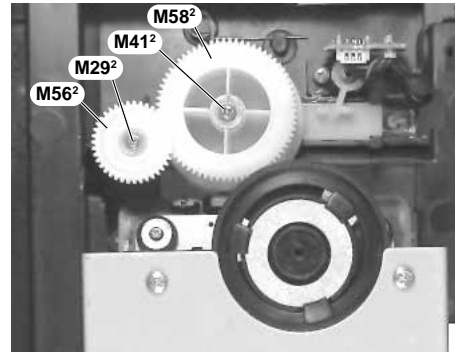

Fig. 17
- Die Schrauben M29², M41² herausschrauben, das Zahnrad M56² und das Kurvenrad M58² abnehmen (Fig. 17).
- Undo screws M29², M41², take out gearwheel M56² and cam M58² (Fig. 17).